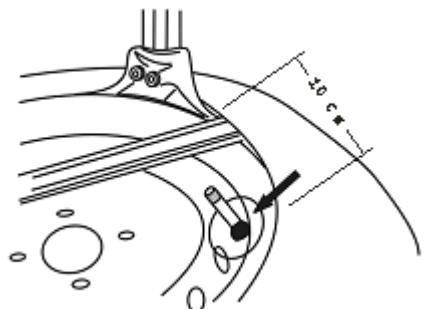

Fig. 18
**LET OP!** Om te voorkomen dat een eventueel aanwezige binnenband beschadigd raakt moet er voor worden gezorgd dat het ventiel 10 cm rechts van de montagekop zit (fig.18).